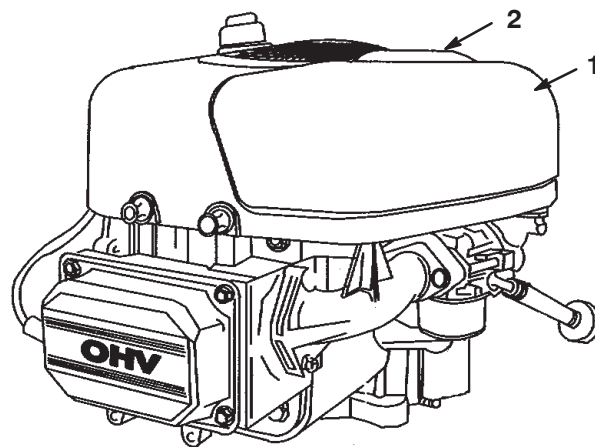

Figure 30
2. Tirez la poignée du couvercle du filtre à air et tournez-la vers le moteur (Fig. 30).